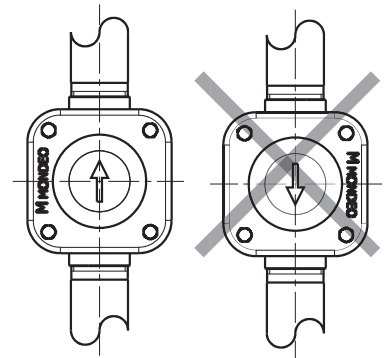

fig. 2
- La válvula se puede instalar en posición vertical (Fig. 2) con la flecha de dirección del flujo apuntando hacia arriba.